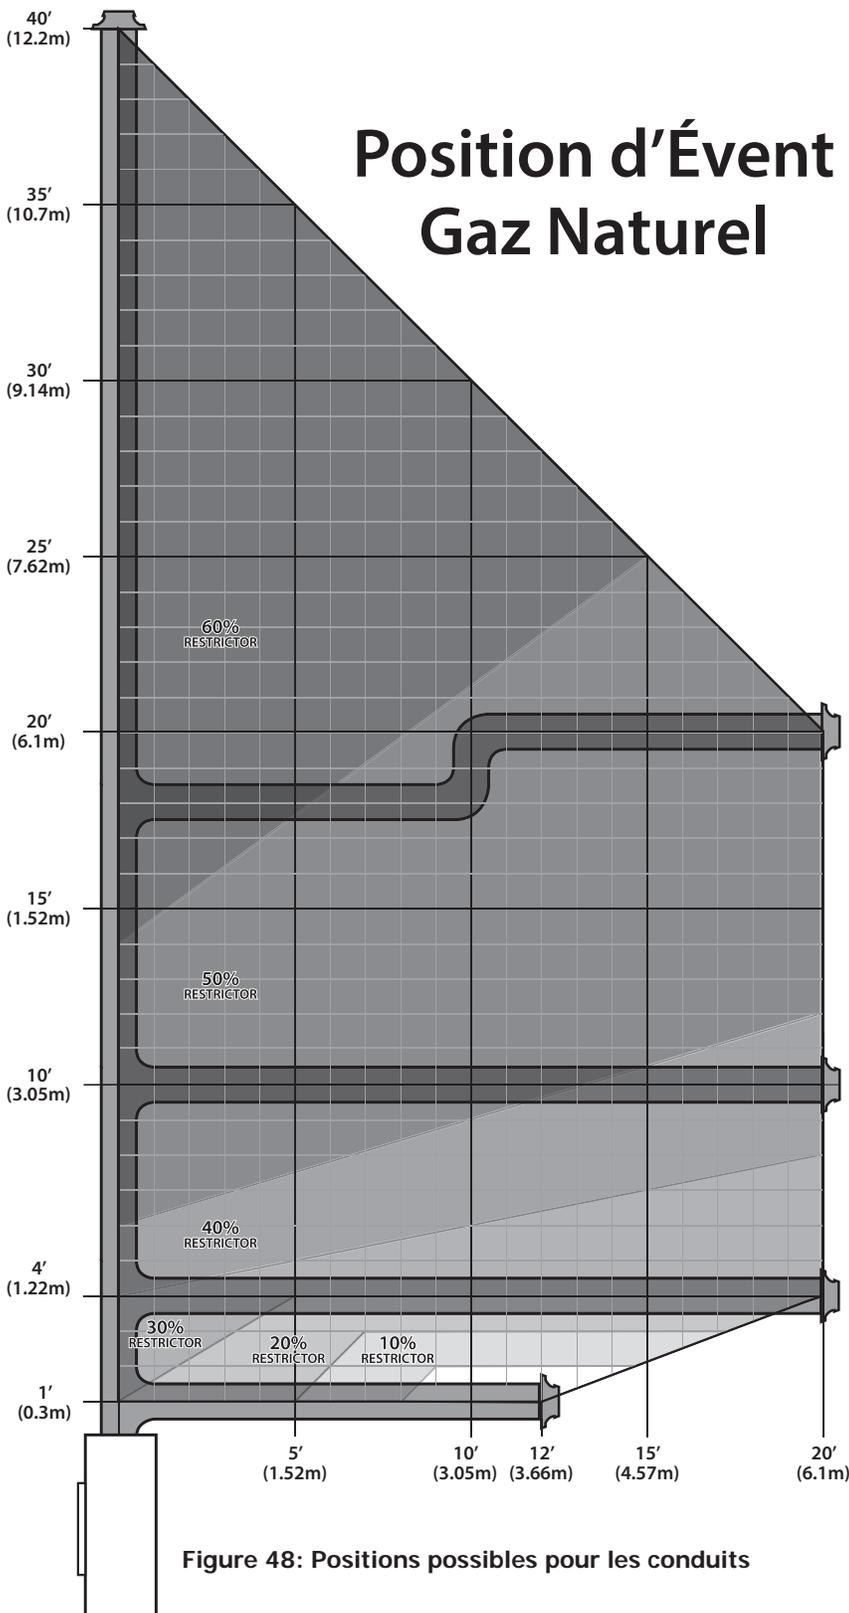
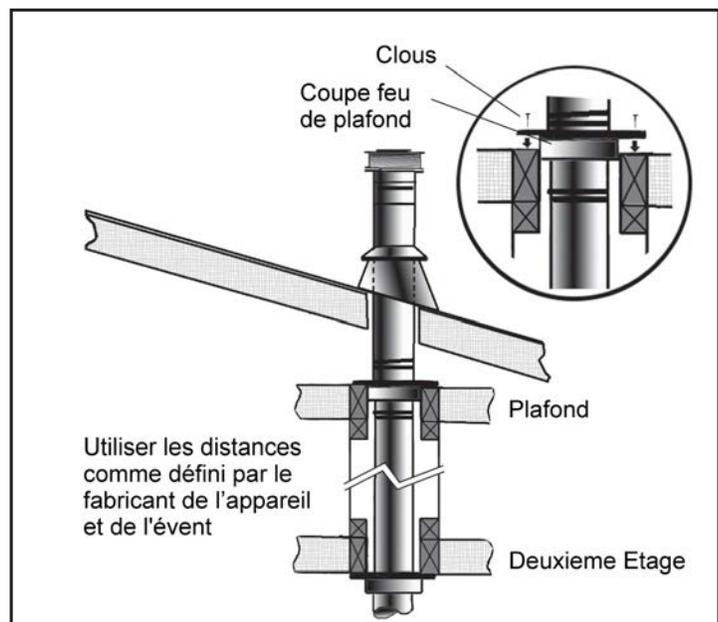
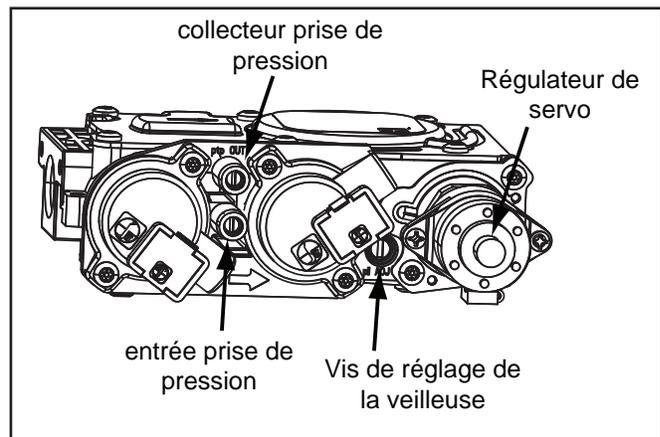

Figure 48: Positions possibles pour les conduits
Figure 56: Installation des conduits à plusieurs étages
Figure 57: Vanne de gaz avec pièces identifiées. Voir le manuel de l'utilisateur Dexen pour les détails de la vanne C341D
- (1) Si vous devez déplacer le système d'évacuation dans le grenier pour éviter les obstacles, il est important de supporter le conduit à chaque 3 pi (914 mm) pour éviter du stress sur les coudes, ou la possibilité de séparation des joints. Des sangles de mur sont disponibles à cette fin (voir la Figure 56).
- (2) Quand possible, utilisez des coudes de 45° au lieu de ceux de 90°. Les coudes de 45° causent moins de restriction au flux de gaz et d'air.
- (3) Pour des installations à plusieurs étages, il vous faut un coupe-feu au plafond du deuxième étage, et à toute étage subséquent (voir la Figure 57). L'ouverture doit être encadrée à des dimensions de 10 po (254 mm) x 10 po (254 mm), de la même manière que démontré dans la Figure 48.